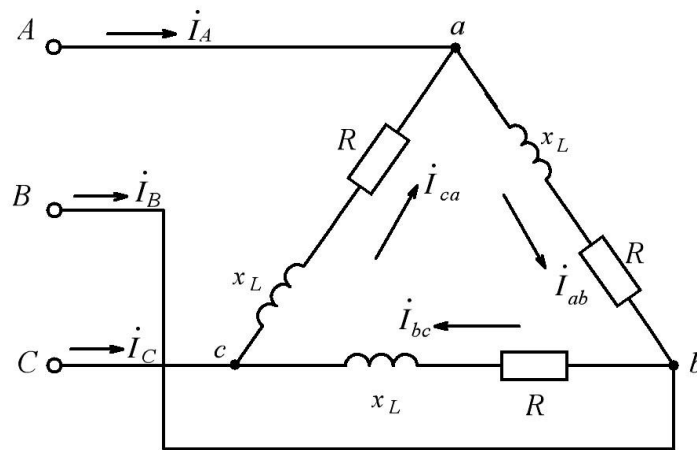

Рис. 3.1
Пример 1. В трехфазную цепь с линейным напряжением $U_{\text{л}} = 220 \text{ В}$ включен симметричный приемник, соединенный "треугольником", сопротивление каждой фазы которого $\underline{Z} = (10 + j10) \text{ Ом}$ (рис. 3.1).
2. Определяем фазные токи (рис. 3.1)